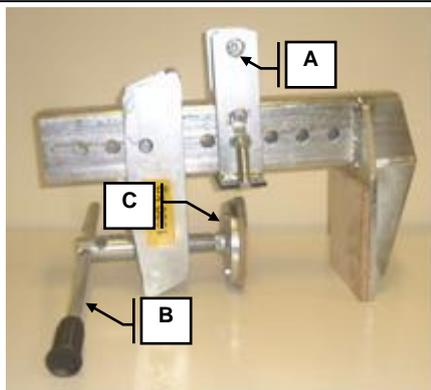

Abbildung 2 Plattengreifer R 1000 Plus
- Der Plattengreifer R 1000 Plus muß vollständig abgesenkt werden, bis sich der Sicherungshacken [A; Abb. 2] einhängt, wie in Abbildung 2.